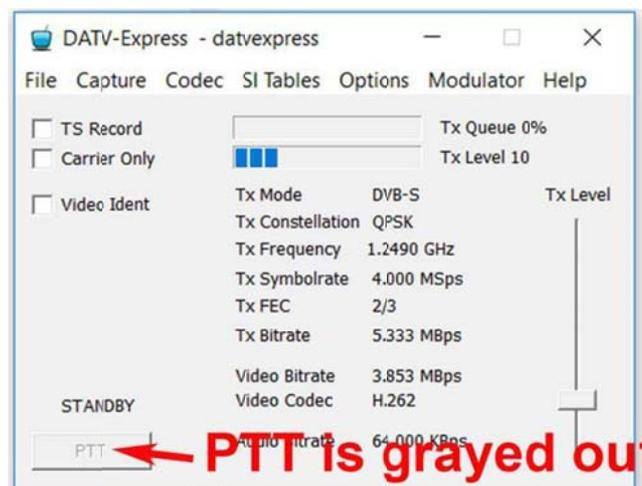

Figure 12 - L'écran initial principal, vous devriez voir après installation est exécuté et quand v1.25LP11 est en cours d'exécution dans le DUMMY MODE.
- Double-cliquez sur l'icône de bureau haut. L'écran principal du logiciel Express\_DVB\_Transmitter devrait ouvrir dans le DUMMY MODE comme indiqué dans Figure 12. Le bouton PTT reste grisé jusqu'à ce que la carte à mise sous tension et enregistré dans la section 3.0).